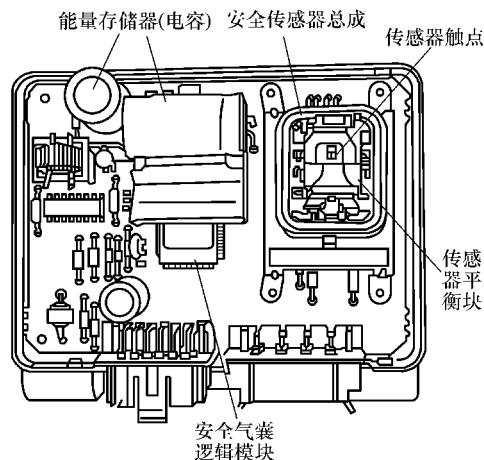

图 9-10 安全气囊系统电脑结构
(1) 安全气囊系统电脑结构 安全气囊系统电脑内部主要由安全气囊逻辑模块、能量储存装置(电容)、插接器等组成,如图 9-10 所示。
1) 如图 9-10 所示, 使用 SST 连接 DLC3 的 TC 和 CG 端子, 然后将点火开关转到 ON (IG) 位置。